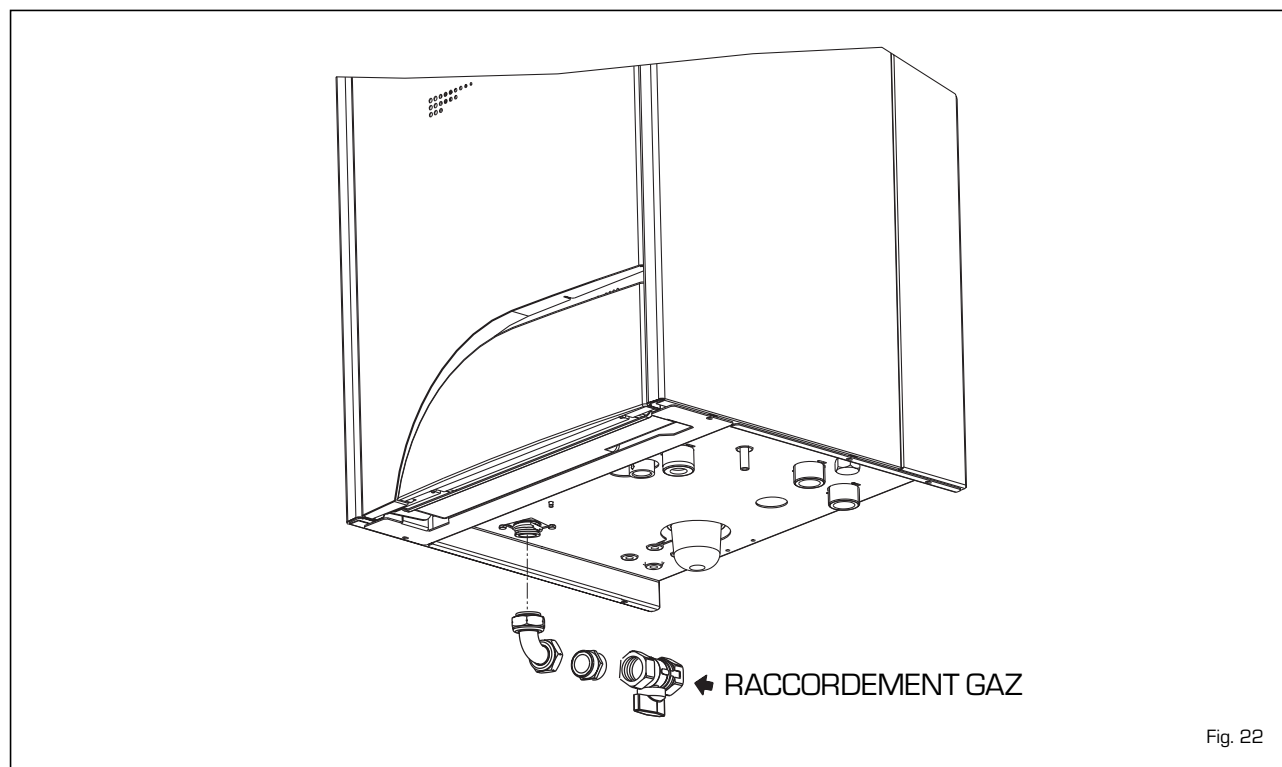

Fig. 22
4.4.4 Localisation valve principale d'arrêt (fig. 22)